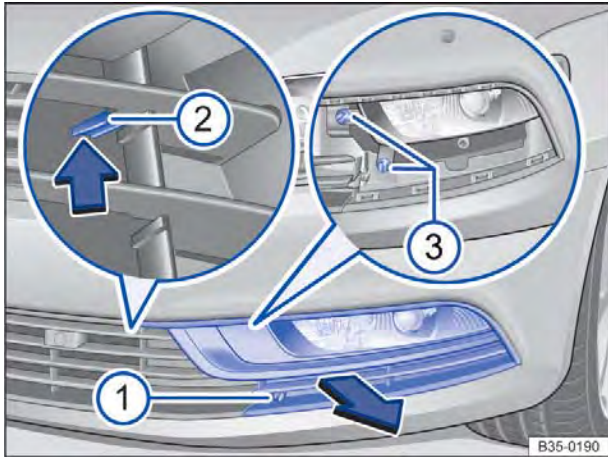
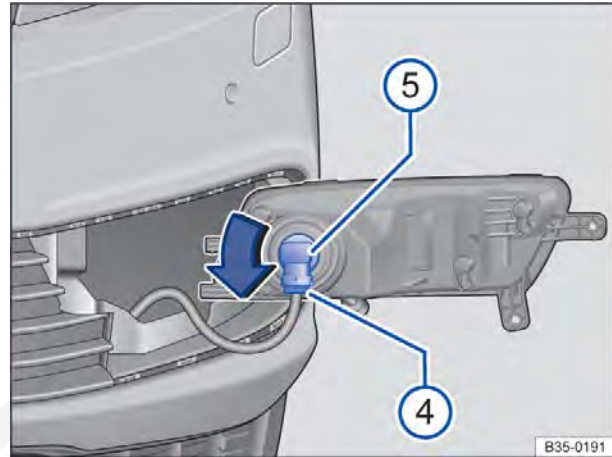

Fig. 246 No para-choque dianteiro à esquerda: farol de neblina.
Fig. 247 No farol desmontado: substituir a lâmpada incandescente.
2. Com a chave de fenda das ferramentas de bordo ⇒ Página 388, desaparafusar o parafuso de fixação ⇒ Fig. 246 ①.
3. Pressionar a lingueta ② no sentido da seta para cima, para soltar o encaixe.
4. Puxar a cobertura ⇒ Fig. 246 para frente no sentido da seta, para fora do para-choque.
5. Com a chave de fenda das ferramentas de bordo desaparafusar os parafusos de fixação ③.
7. Destruar a conexão do conector ⇒ Fig. 247 ④ e retirar o conector.
8. Girar a lâmpada incandescente ⑤ no sentido anti-horário até o batente e retirá-la.
10. Colocar a lâmpada incandescente ⑤ na carcaça do farol e girar no sentido horário para a posição inicial.
12. Colocar a tomada ④ na lâmpada incandescente, até que ela se trave de maneira audível.
14. Instalar os parafusos de fixação ⇒ Fig. 246 ③.
15. Colocar a cobertura contra o sentido da seta ⇒ Fig. 246 no para-choque. Para tanto a lingueta ② deve encaixar.
16. Instalar os parafusos de fixação ①.